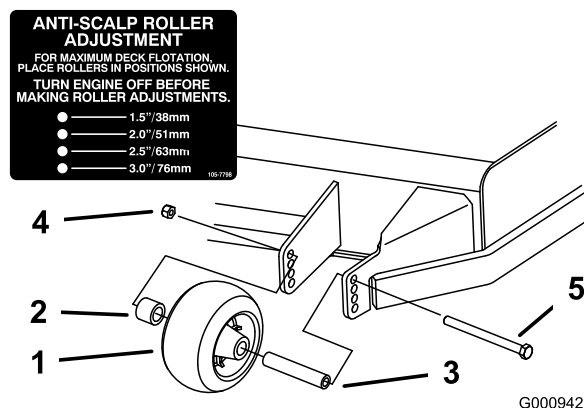

Figure 20
3. Après avoir réglé la hauteur de coupe, réglez les galets en retirant l'écrou à collerette, la bague, l'entretoise et le boulon (Figure 20, Figure 21 et Figure 22).
5. Posez l'écrou à embase, la bague, l'entretoise et le boulon. Serrez à 54–61 Nm (40–45 pi-lb) (Figure 20, Figure 21 et Figure 22).